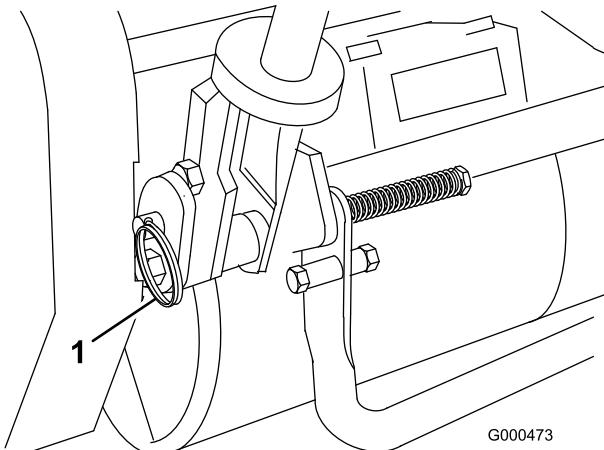

Figura 8
- Togliete le coppiglie dai perni ad anello situati ai lati del tosaerba (Figura 8).
- Sostenete la stegola e togliete i perni ad anello da ciascun lato, quindi alzate o abbassate la stegola nella posizione di servizio opportuna (Figura 8).